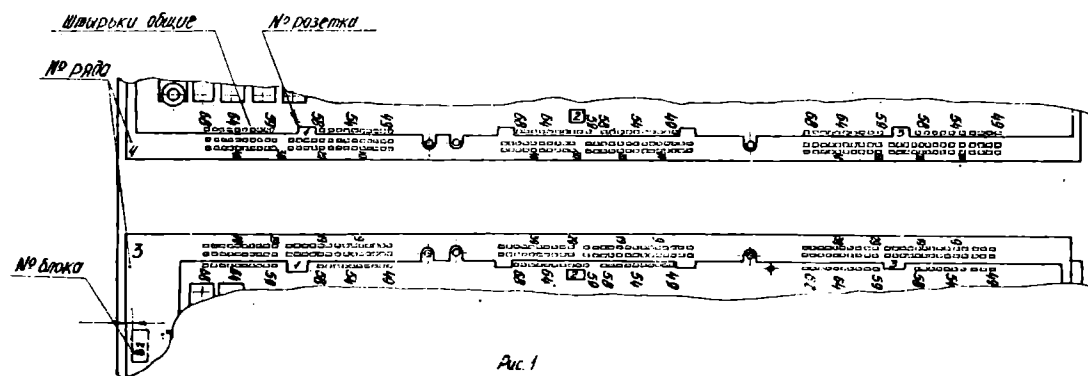

Рис. 1
- Соединения, указанные в таблице 4 между одноименными контактами розеток и контактов «общих» (все контакты) блоков стойки 3, выполнены методом накрутки согласно рис.1.
- Соединения, показанные на рис.1, произведены при сборке.